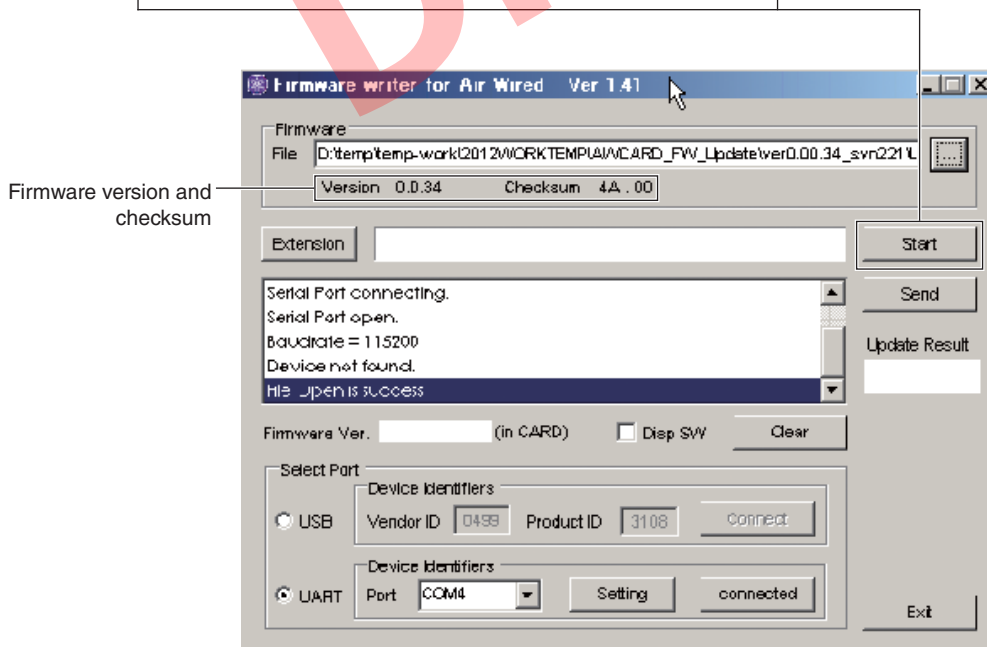

Fig. 7
7. Check the firmware version and checksum written. (Fig. 7)
Click [Start] to start writing. (Fig. 7)
7. 書き込まれるファームウェアのバージョンとチェックサムを確認します。(Fig. 7)
[Start] をクリックして書き込みを開始します。(Fig. 7)